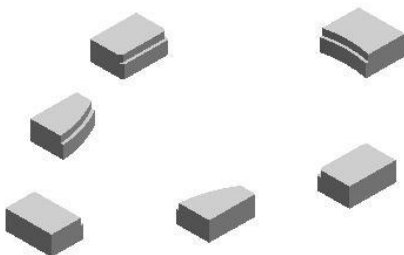

图7-50
9. 以相同的方法创建其余 4 个顶块和型芯的求交特征，结果如图 7-50 所示。